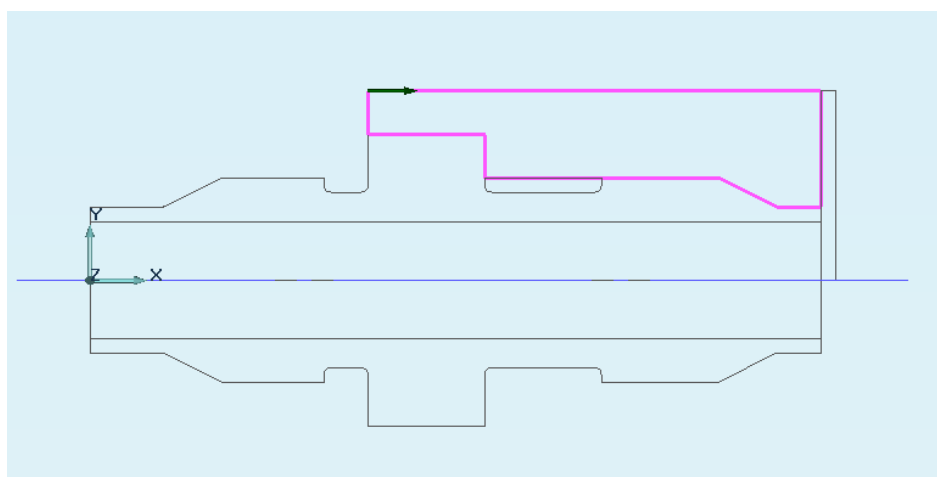

Рисунок 11 - Порядок создания ТО «Точить»
- нажмите кнопку «Добавить», выберите «контур». Укажите контур детали определяющий замкнутую области (рисунок 11);